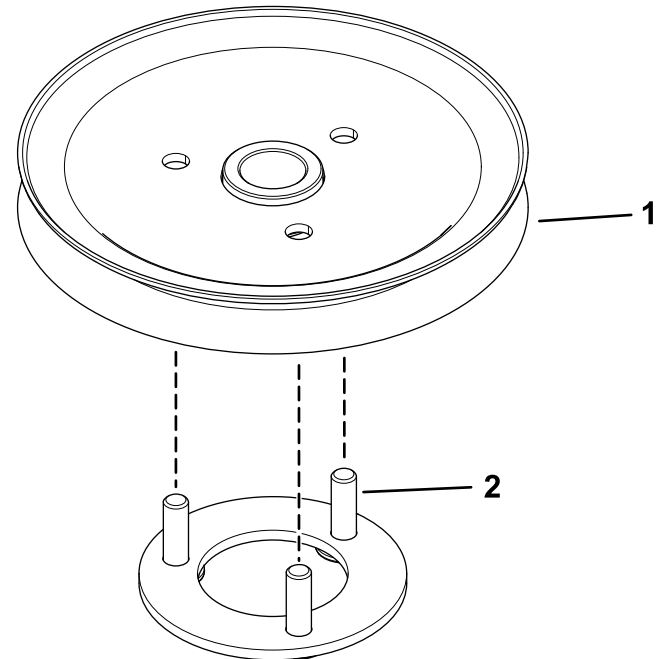

Figure 6
2. Insérez les goujons du support de plateau de la poulie dans les trous de la roue à gorge (Figure 6).